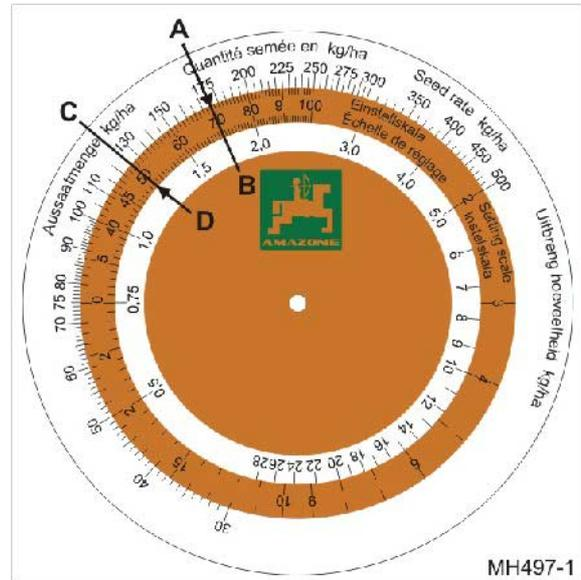

Fig. 149
- o dosis de siembra calculada 175 kg/ha (Fig. 149/A)
- o posición del engranaje 70 (Fig. 149/B) superponer en el disco de cálculo.
2. Leer la posición del engranaje para la dosis de siembra deseada de 125 kg/ha (Fig. 149/C). en el disco de cálculo.
- Posición del engranaje 50 (Fig. 149/D).